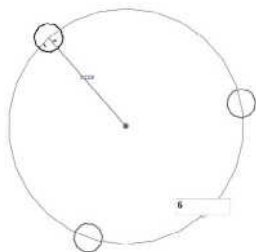
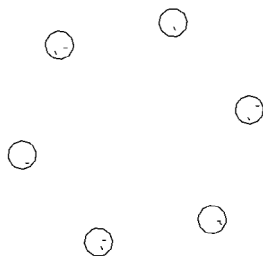

图 2-62 输入项目数
图 2-63 半径阵列
(4) 在选项栏中输入“旋转角度”为 360° ，也可以指定第一条旋转放射线后，移动鼠标指针放置第二条旋转放射线来确定旋转角度。
(5) 在视图输入“项目副本”数为“6”，如图 2-62 所示，也可以直接在选项栏中输入项目数，按 Enter 键确认，结果如图 2-63 所示。